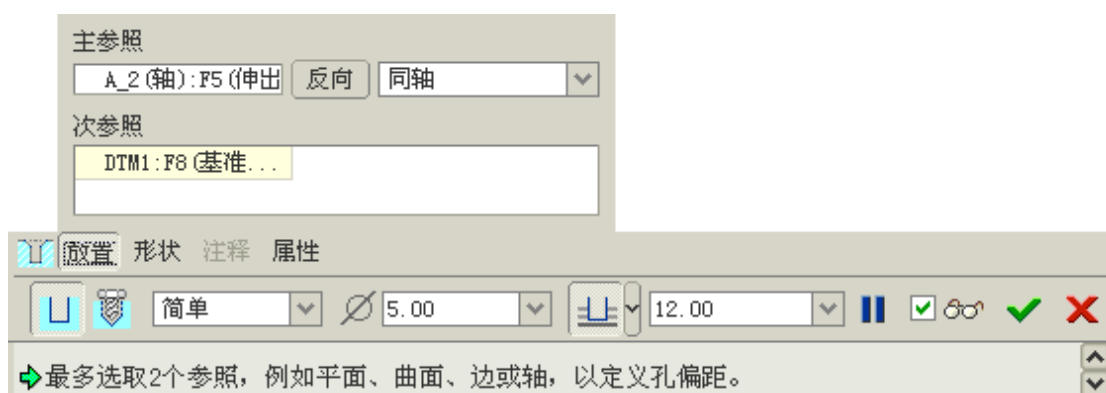

图 48-14
(3) 设定孔的大小和深度，操控板中各选项及参数设置如图 48-14 所示。